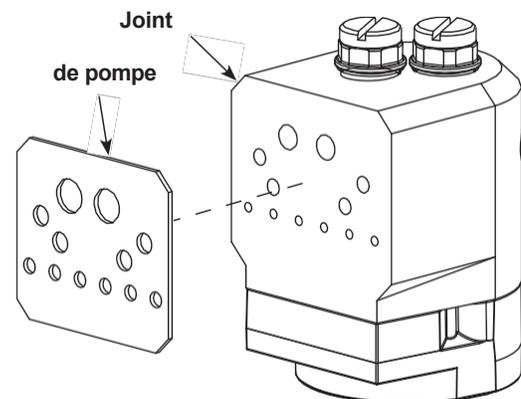

Figure 28 Remplacement du joint de la pompe
1. Voir la figure 28. Retirer le joint de la pompe.